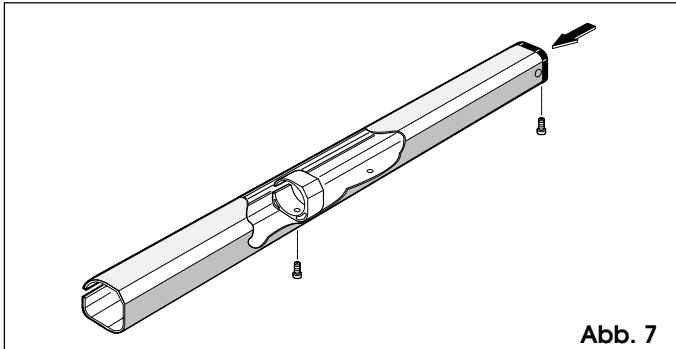
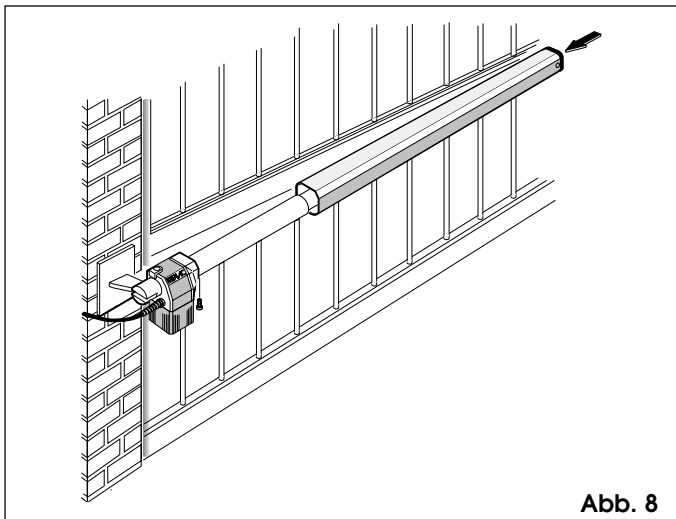

Abb. 7
Abb. 8
- (1) Sämtliche Fixierbolzen der Anschlüsse einfetten
- (2) Ist eine Verschweißung unmöglich, können die Fixierplatten von vorderem und hinterem Anschluß angeschraubt werden.
- 12) Schutzgehäuse (Abb. 7) vorbereiten und gemäß Abb. 8 am Antrieb anbringen.
**Hinweis:** Führungsring des Gehäuses in der am weitesten vom Verschlussdeckel (Abb. 7) entfernten Bohrung fixieren.